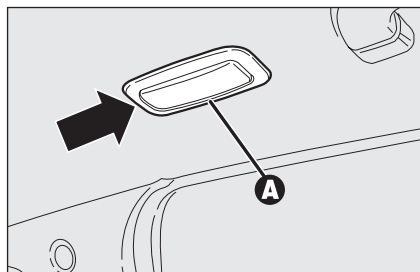

fig. 44
- ☐ estrarre la plafoniera **A**-fig. 44 agendo nel punto indicato dalla freccia;